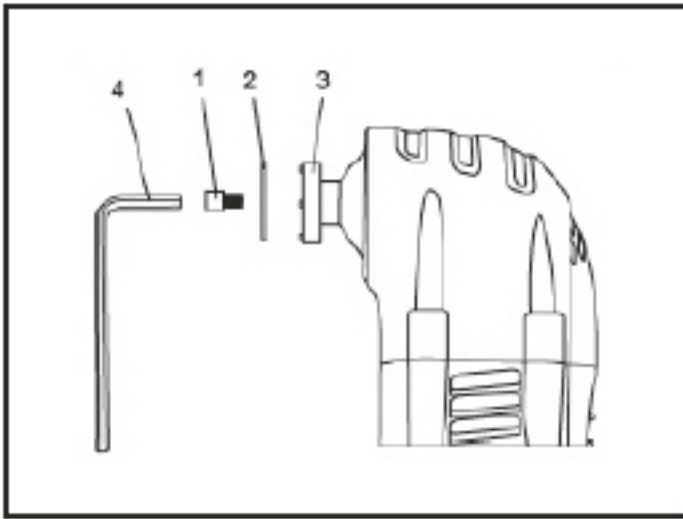

Fig. 1
1. Scoateți șurubul (1) și șaiba (2) din suportul pentru accesorii (3) prin rotirea șurubului în sensul invers acelor de ceasornic. Utilizați cheia Hex de 5mm (4) în cazul în care șurubul este prea strâns pentru a fi îndepărtat manual (fig .1).